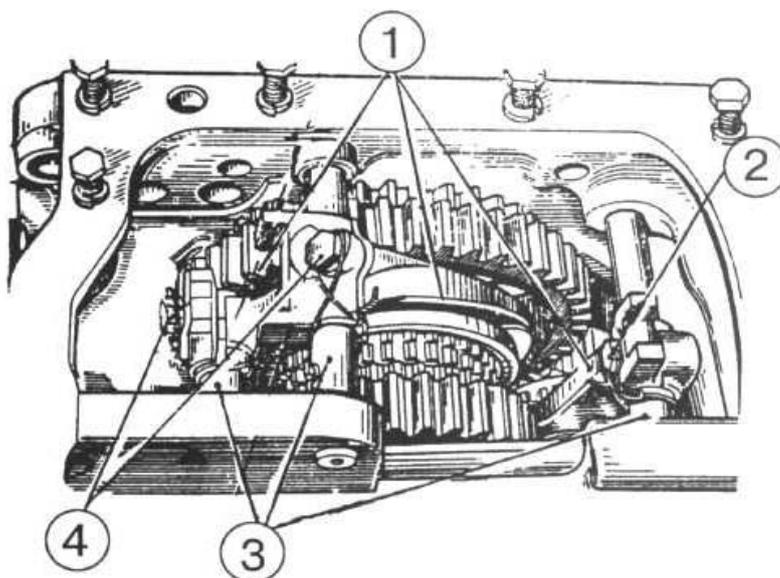

Рисунок 4.34
10) расконтрите и отвинтите болты (2) (**рисунок 4.34**) вилкок (1) на поводках (3), выбейте поводки из корпуса и выньте вилки;